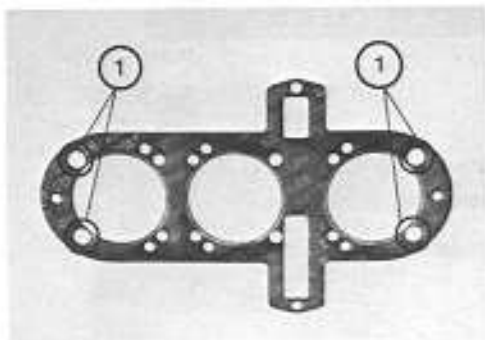

Fig. 55
- La guarnizione della testa deve per prudenza essere sostituita ad ogni smontaggio. La vecchia guarnizione può essere riutilizzata, in casi di emergenza, solo se in perfette condizioni (è buona norma spennellarla leggermente con olio di lino cotto ed attendere un po' di tempo prima di procedere al montaggio; fare bene attenzione ad installare correttamente i quattro anellini di gomma (che devono essere nuovi), (Fig. 55).
- Every time the cylinder head is removed it is strongly advisable to discard the gasket and to fit a new one. In an emergency the old gasket can be reused, if it is in perfect condition (it is advisable to smear it with boiled linseed oil and to wait several minutes before installing it). Take care to correctly install the four rubber O-rings (which should be new) (Fig. 55).